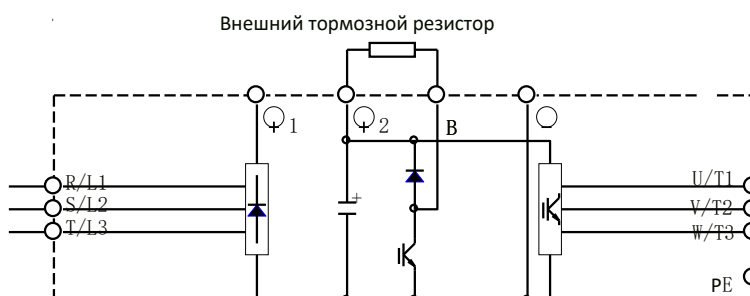

Рис. 4.15 Схема подключения внешнего тормозного резистора
- Подключение внешнего тормозного резистора, см. рис. 4.15.